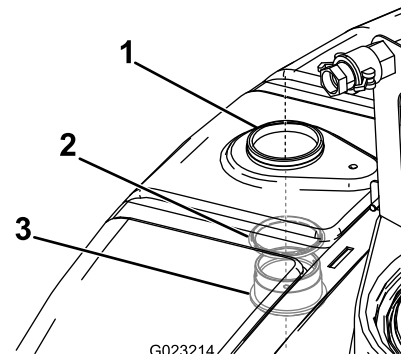

Figura 16
1. Montate il raccordo del diaframma e la guarnizione attraverso il foro che avete creato in Foratura del serbatoio (pagina 11), dall'interno del serbatoio (Figura 16).
2. Fissate il diaframma al serbatoio con l'anello di bloccaggio (Figura 16).